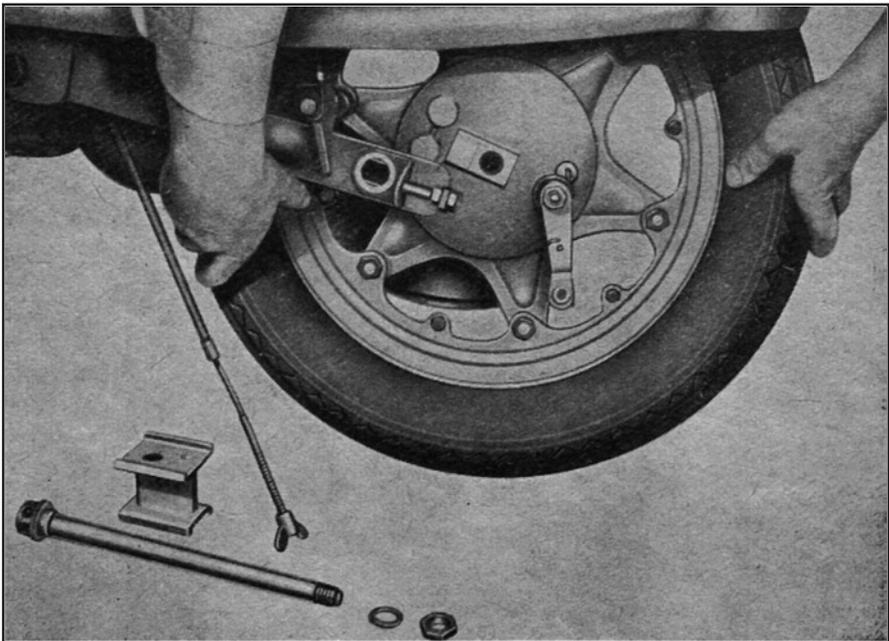

Abb. 33. Ausbau des Hinterrades
2. AUSBAU DES HINTERRADES (Abb. 33)